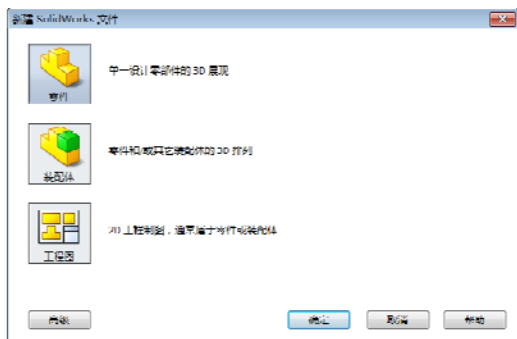

图 11-40 【新建 SolidWorks 文件】对话框
- 01 启动 SolidWorks 2014，单击【标准】工具栏中的  【新建】按钮，系统弹出【新建 SolidWorks 文件】对话框，如图 11-40 所示。